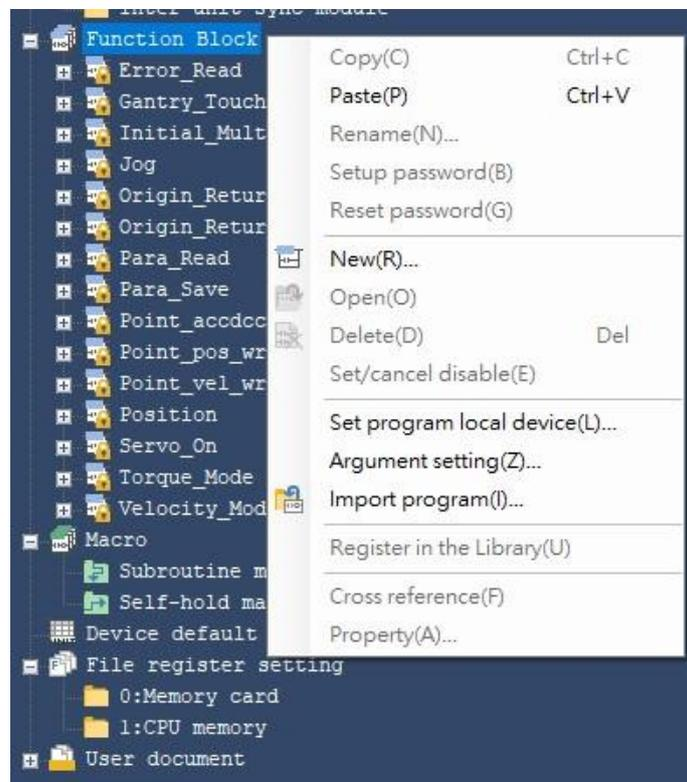

図 2.1
5. ファンクションブロックをコピーし、ユーザー固有のプロジェクトファイルに貼り付けます。 図 2.1 を参照してください。